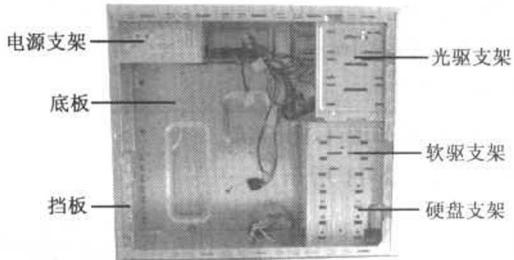

图 1-4 打开侧板的机箱
- ③ 打开侧板的机箱如图 1-4 所示。按照同样的方法可以拆卸机箱右面的挡板。